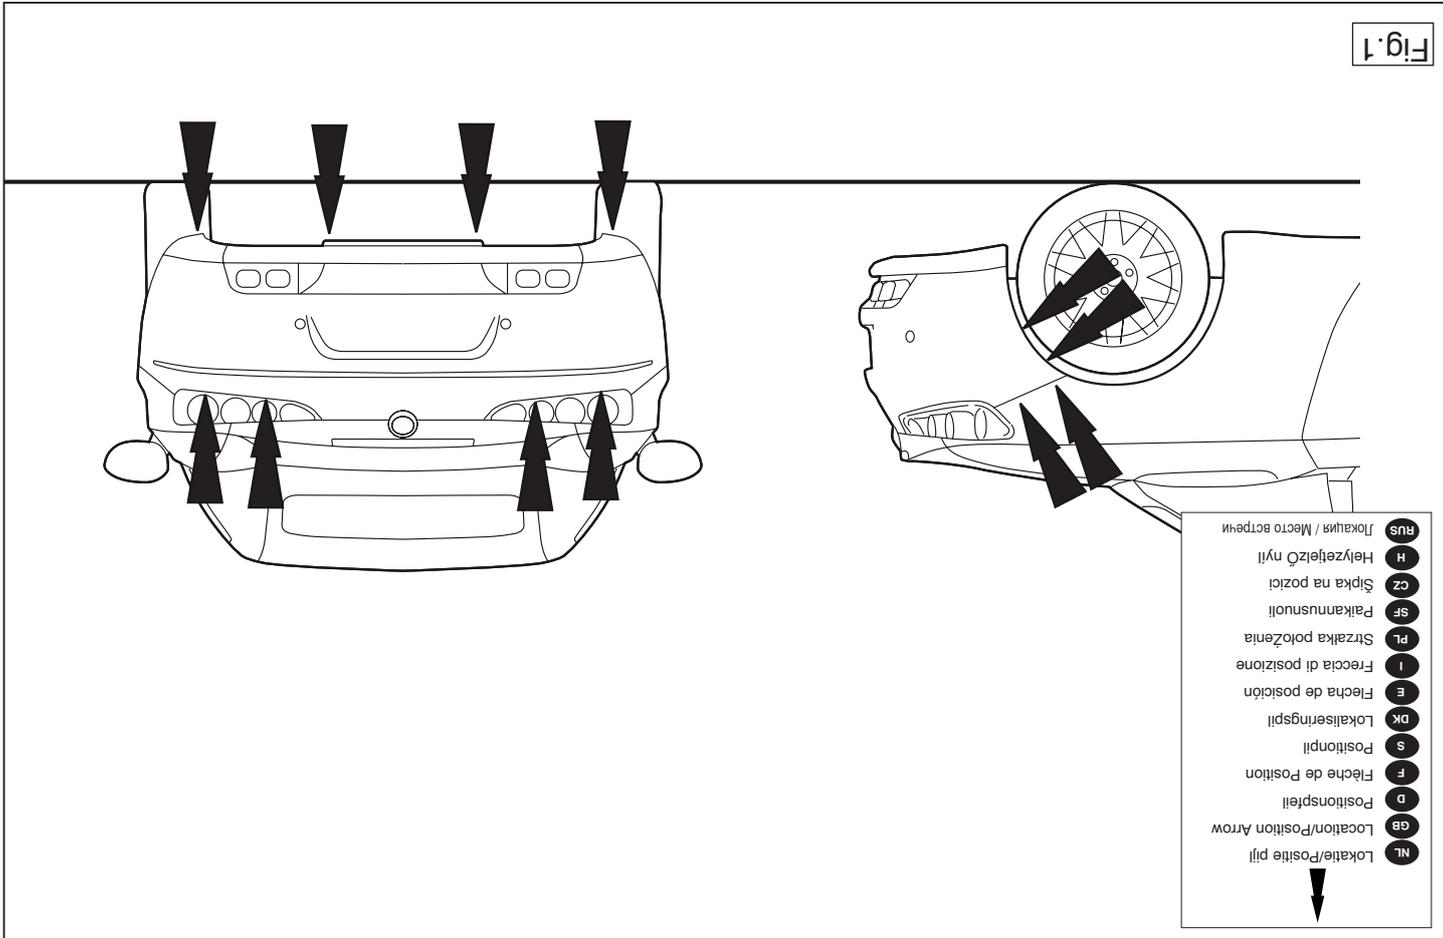

Fig. 1
2. Remove the bumper and the steel buffer beam from the vehicle (see figure 1). The buffer beam will no longer be needed.
2. Die Stoßstange einschließlich des stählernen Stoßbalkens vom Fahrzeug abmontieren. Der Stoßbalken wird nicht mehr benötigt. Siehe Abbildung 1.
traverse ne sera plus utilisée. (Voir la figure 1.)
2. Снять бампер вместе со стальным буферным брусом автомобиля буферный брус больше не понадобится. (См. рисунок 1.)